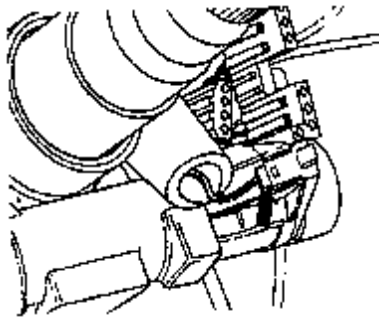

图 11-84 拆卸防盗读识线圈插头
(1) 锁芯的拆卸步骤
①先拆卸转向柱开关的上部和下部外壳。
②在锁芯柱上小心地拔出防盗装置的读识线圈的插头连接，如图 11-84 所示。由于防盗装置的读识线圈是固定在锁芯上的，不能单独地更换。
(2) 锁芯的安装步骤
- ①把点火开关钥匙插入到锁芯柱中，并且把它转动在“行驶”位置上。
- ②释放固定杆，使用一根钢丝 (大约 $\Phi 1.2\text{mm}$)，并且把锁芯插入到方向盘锁壳中。插入锁芯时注意，电子防盗装置的读识线圈的接头在方向盘锁壳的导向机构中。
- ③从锁芯中取出钢丝，并且检查锁芯是否位于方向盘紧销中的底座。
- ④在锁芯上插上电子防盗装置的读线圈的插头连接 (如图 11-84 中箭头)。
- ⑤安装转向柱开关的罩壳和方向盘。